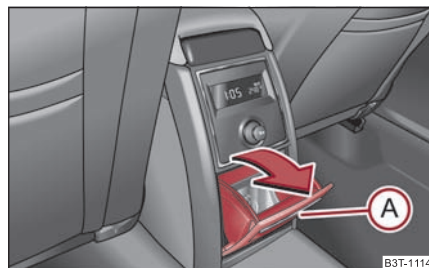

Fig. 117 Console centrale arrière: Vide-poches
- Ouvrez le vide-poches en tirant sur la poignée  dans le sens de la flèche ⇒ fig. 117.